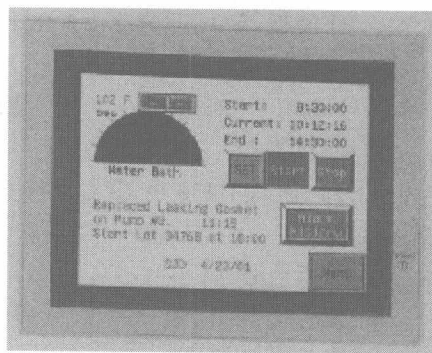

图 2-2 F940GOT 外形（5.7 英寸显示屏）
② F940GOT（5.7 英寸显示屏）：外形如图 2-2 所示，有 2 色和 8 色，是目前最受欢迎的标准尺寸。F940GOT 是一种具有高级显示功能、报警处理能力及 PLC 顺序程序编辑功能的通用执行器。